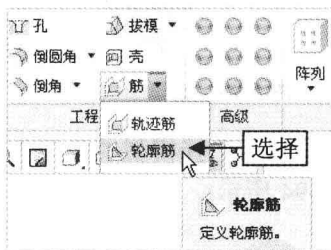

图 6-85 选择“轮廓筋”选项
Step 02 在“功能区”选项板的“模型”选项卡中，单击“工程”面板中“筋”右侧的下拉按钮，在弹出的下拉列表中选择“轮廓筋”选项，如图 6-85 所示。